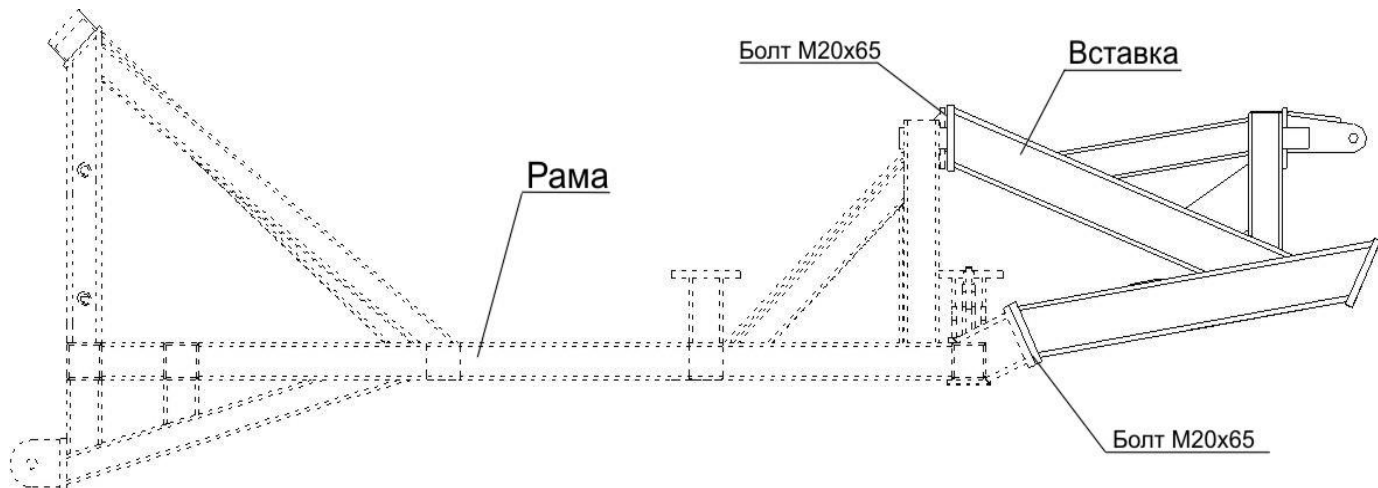

Рис. 4.1.4. Установка вставки на рамы для ПК с катками
4.1.3. При использовании ПК «Кузбасс» с металлическими спиральными шлейф-катками установите вставки, совместив установочные пластины, используя болты М20х65, пружинные шайбы и гайки М20 (рис.4.1.4).